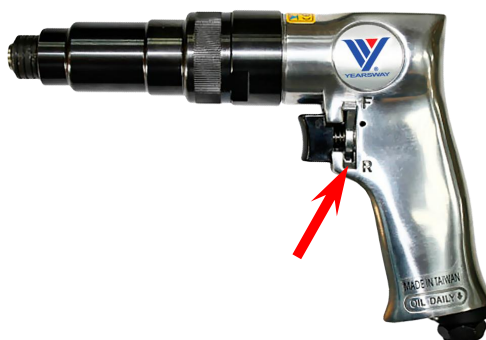

Рис. 5
- Режимы «закручивание» (F) и «откручивание» (R) устанавливаются переключателем реверса (Рисунок 5).